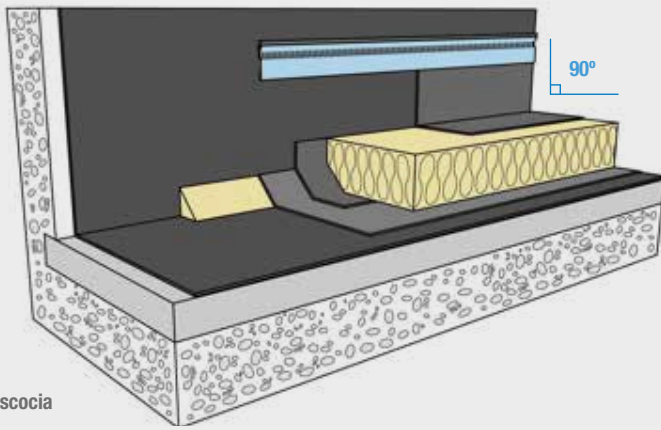

Fig 3.3.5. Sin escocia
- Mediante un perfil metálico inoxidable provisto de una pestaña al menos en su parte superior, que sirva de base a un cordón de sellado entre el perfil y el muro. Si en la parte inferior no lleva pestaña, la arista debe ser redondeada para evitar que pueda dañarse la lámina. (fig 3.3.5)